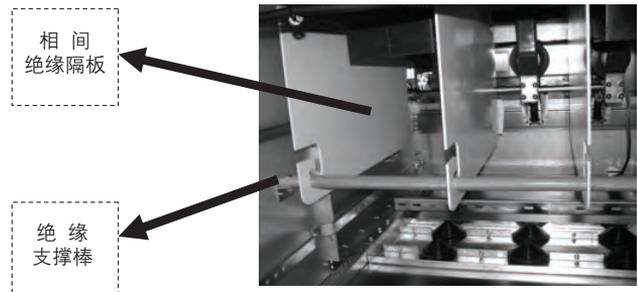

图11 母线搭接处绝缘罩装配示意图
- h. 在连接电缆时，先拆除绝缘支撑棒，若电缆截面太大，可先拆开电缆盖板，必要时可拆除电缆室相间绝缘隔板以方便电力电缆的连接。将电缆穿过电缆密封圈后与对应的一次出线排连接，随后将此盖板合并后用螺栓紧固。电缆孔处密封圈开口大小应在安装现场视电缆截面而进行裁定。当电缆头与出线连接好后，需用专配电缆夹将电缆夹紧，以防电缆坠落（如图11所示）。